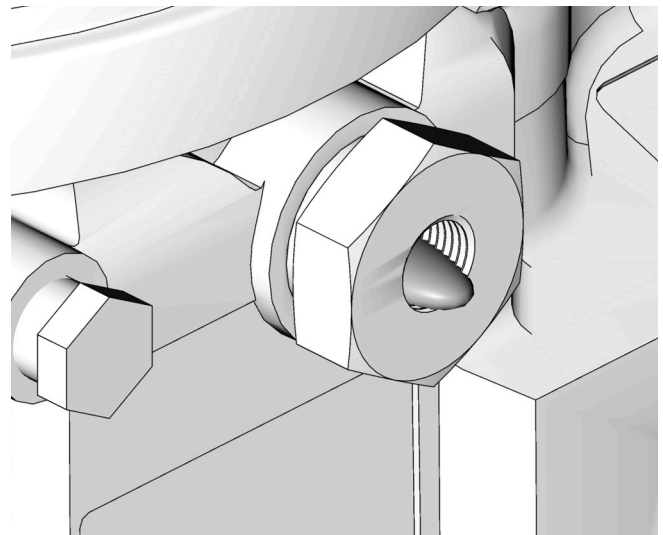

ABB. 16
2. Die Pumpe nur so lange betätigen, bis keine Luft mehr in dem aus der Verschraubung austretenden Schmierfett enthalten ist (ABB. 16).